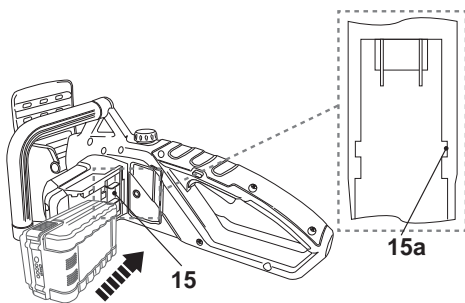

Fig.15
- > Montage (Fig.15): Alignez la batterie [A] avec les rainures [15a] situées dans le port [15] puis faites-la coulisser jusqu'à ce qu'elle se verrouille en position.